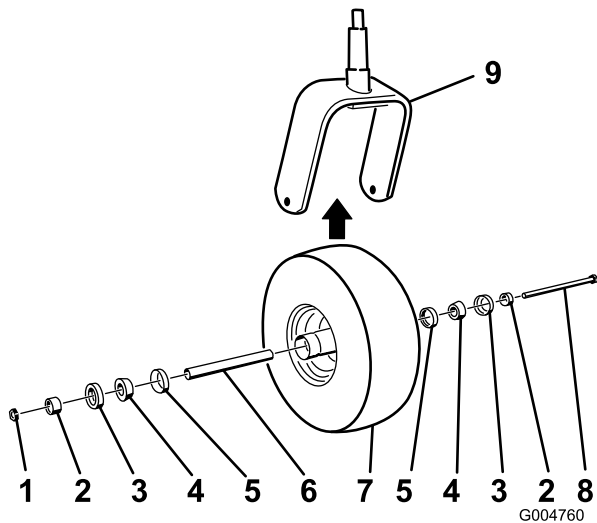

Bild 45
2. Nehmen Sie die Sicherungsmutter von den Schraube ab (Bild 45).
5. Montieren Sie das Laufrad, indem Sie die konischen Lager und Dichtungen, die mit Fett gefüllt sind, in die Radnabe drücken, siehe Bild 45 für die Positionierung.